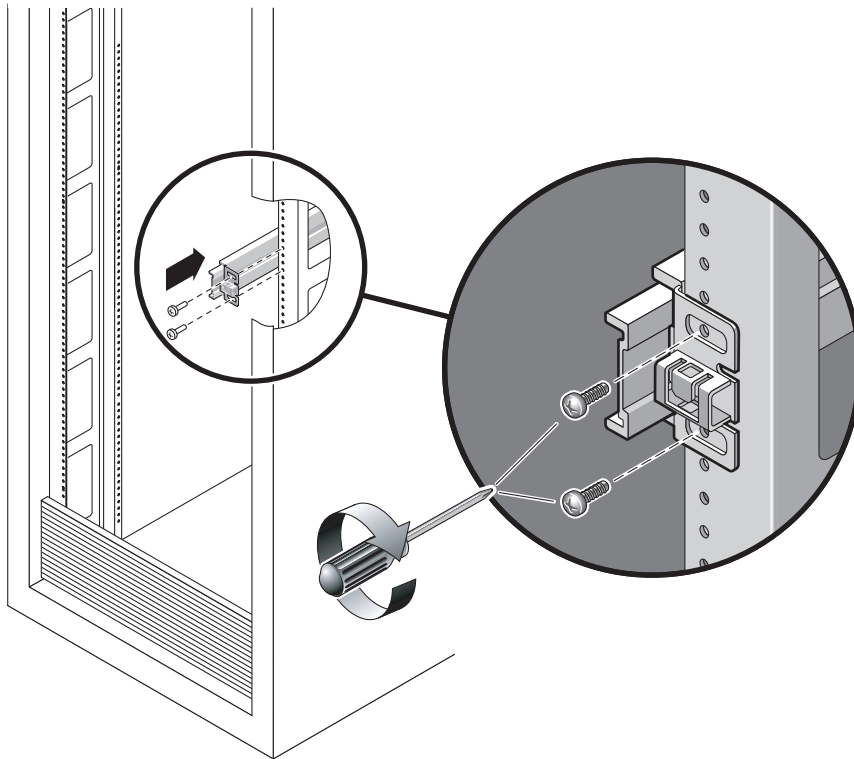

FIGURA 2-5 Montaje de la guía telescópica
a. Monte la parte frontal de la guía en el poste (FIGURA 2-5) utilizando dos tornillos.